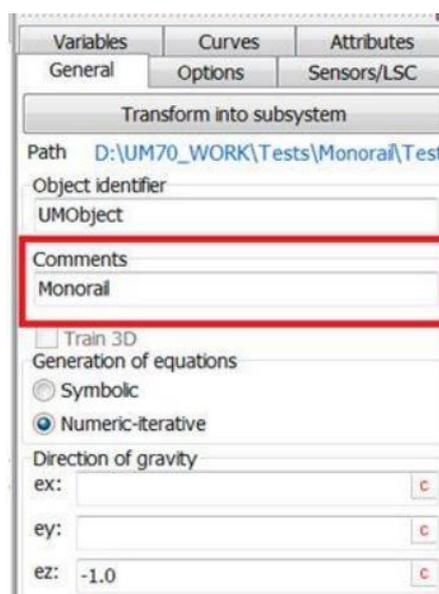

图 005-2 指定调用单轨模块
- 3、添加车辆子系统，并添加备注 **Monorail**（参见帮助第 26 章第 5 页），如图 005-2；